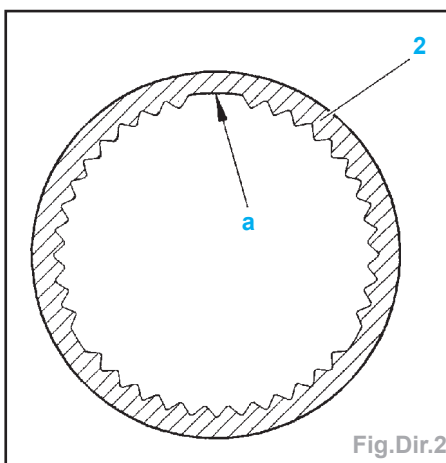

Fig.Dir.2
Nota : Aligner la partie sans cannelure «a» du volant (2) avec la partie sans cannelure de la colonne de direction (Fig.Dir.2).
- Serrer la vis centrale (1) du volant de direction à **2 ± 0,3 daN.m**.